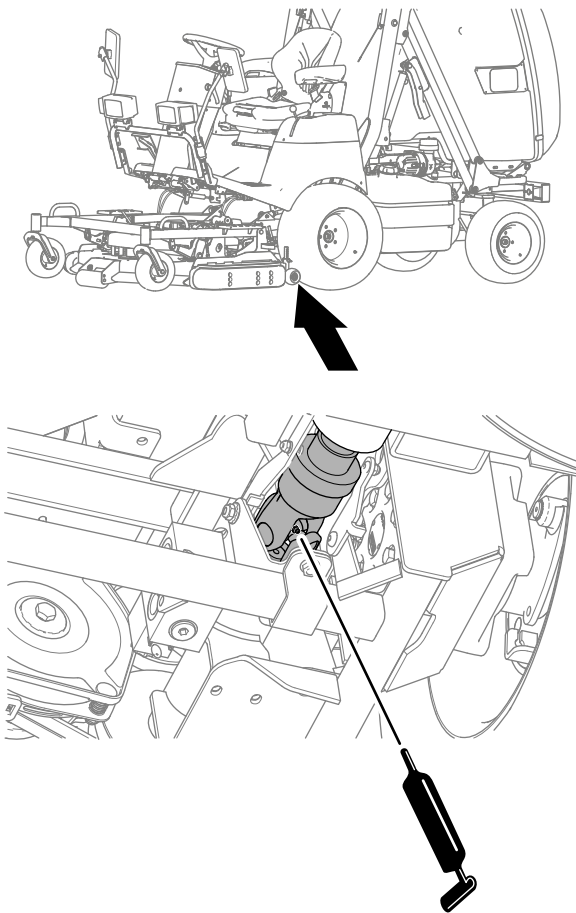

Figura 53
- Partea din spate a cuplajului universal al arborelui de transmisie la priza de putere (Figura 53).